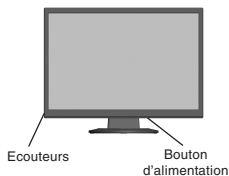

Figure C.1
3. Branchez le mini-connecteur D-SUB à 15 broches du câble vidéo et le câble audio au connecteur approprié à l'arrière du moniteur (Figure B.1). Branchez les écouteurs (non fournis) au connecteur approprié à gauche du moniteur (Figure C.1).
5. Allumez le moniteur avec le bouton d'alimentation situé sur la face inférieure ainsi que l'ordinateur (Figure C.1).